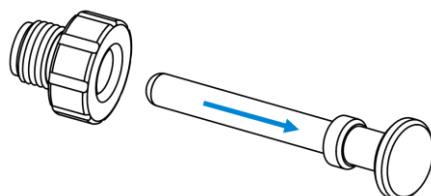

Figure 5 Poussez le bouchon de transport hors de l'écrou de verrouillage.
2. Poussez le bouchon de transport hors de l'écrou de verrouillage. Reportez-vous à la Figure 5.